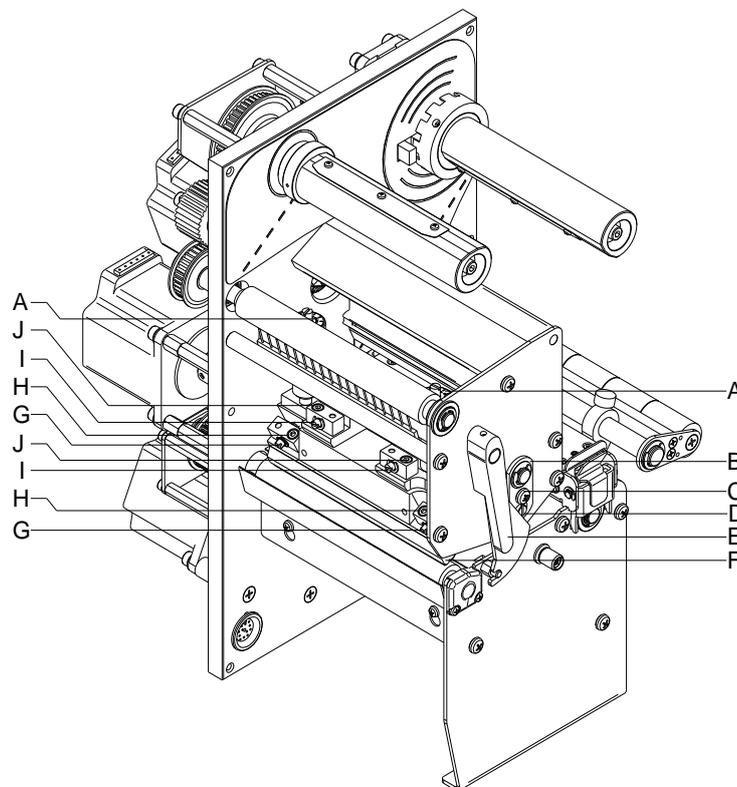

Abbildung 15
Falls nach Einstellen der Parallelität kein gleichmäßig starker Druck über die gesamte Druckbreite vorliegt, kann mit dem Stellblech (B, Abbildung 15) ein Ausgleich wie folgt geschaffen werden:
1. Schraube (C, Abbildung 15) ca. $\frac{1}{4}$ Umdrehung lösen.
3. Schraube (C, Abbildung 15) wieder anziehen.
1. Andruckschrauben (A, Abbildung 15) drehen, um den Druckkopfdruck zu verändern.
2. Drehen der Andruckschrauben (A, Abbildung 15) bis an den Anschlag im Uhrzeigersinn ergibt eine Andruckerhöhung von 10N gegenüber der Werkseinstellung.
3. Drehen der Andruckschrauben (A, Abbildung 15) genau eine Umdrehung vom Rechtsanschlag gegen den Uhrzeigersinn, ergibt die Werkseinstellung.